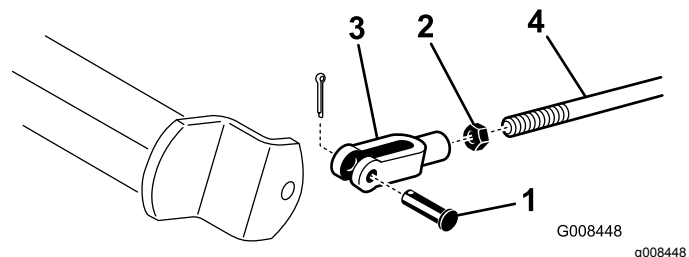

Bild 44
- A. Entfernen Sie den Splint und Lastösenbolzen, um die Bremsstangen abzuschließen (**Bild 44**).
- B. Lockern Sie die Klemmmutter und stellen den Lastösenbolzen entsprechend ein (**Bild 44**).
- C. Bringen Sie den Lastösenbolzen am Bremsbügel an (**Bild 44**).